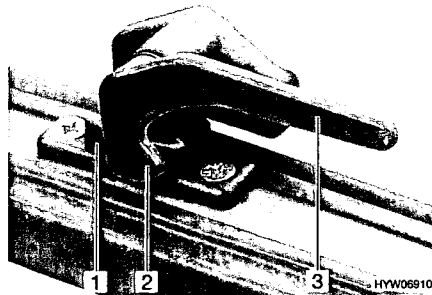

Bild 14 Verriegelungshebel in Stellung "geschlossen"
- Den Verriegelungshebel (Bild 14,3) eine viertel Umdrehung zur Fenstermitte hin drehen.
- Den Verriegelungshebel (Bild 14,3) eine viertel Umdrehung zum Fensterrahmen hin drehen. Die Verriegelungsnase (Bild 14,2) liegt auf der Innenseite der Fensterverriegelung (Bild 14,1).
- in Stellung "fest verschlossen" (Bild 14)